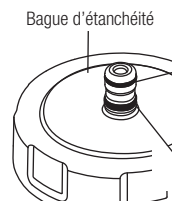

Fig. 4
- Avant de remplir la bouteille avec la solution, merci de vérifier si le joint à l'intérieur de celle-ci est propre. (Fig. 4)